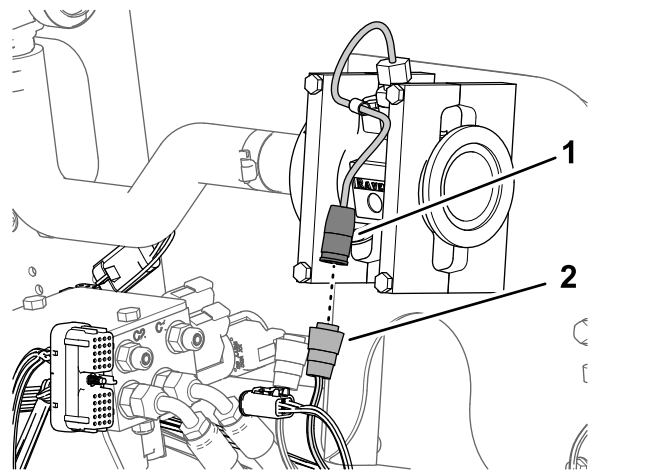

Bild 85
- Stecken Sie den 3-Buchsen-Stecker des 89-cm-Kabelbaumzweigs, der mit FLOW METER beschriftet ist, in den 3-Stift-Stecker des Durchflussmessgeräts (Bild 85).